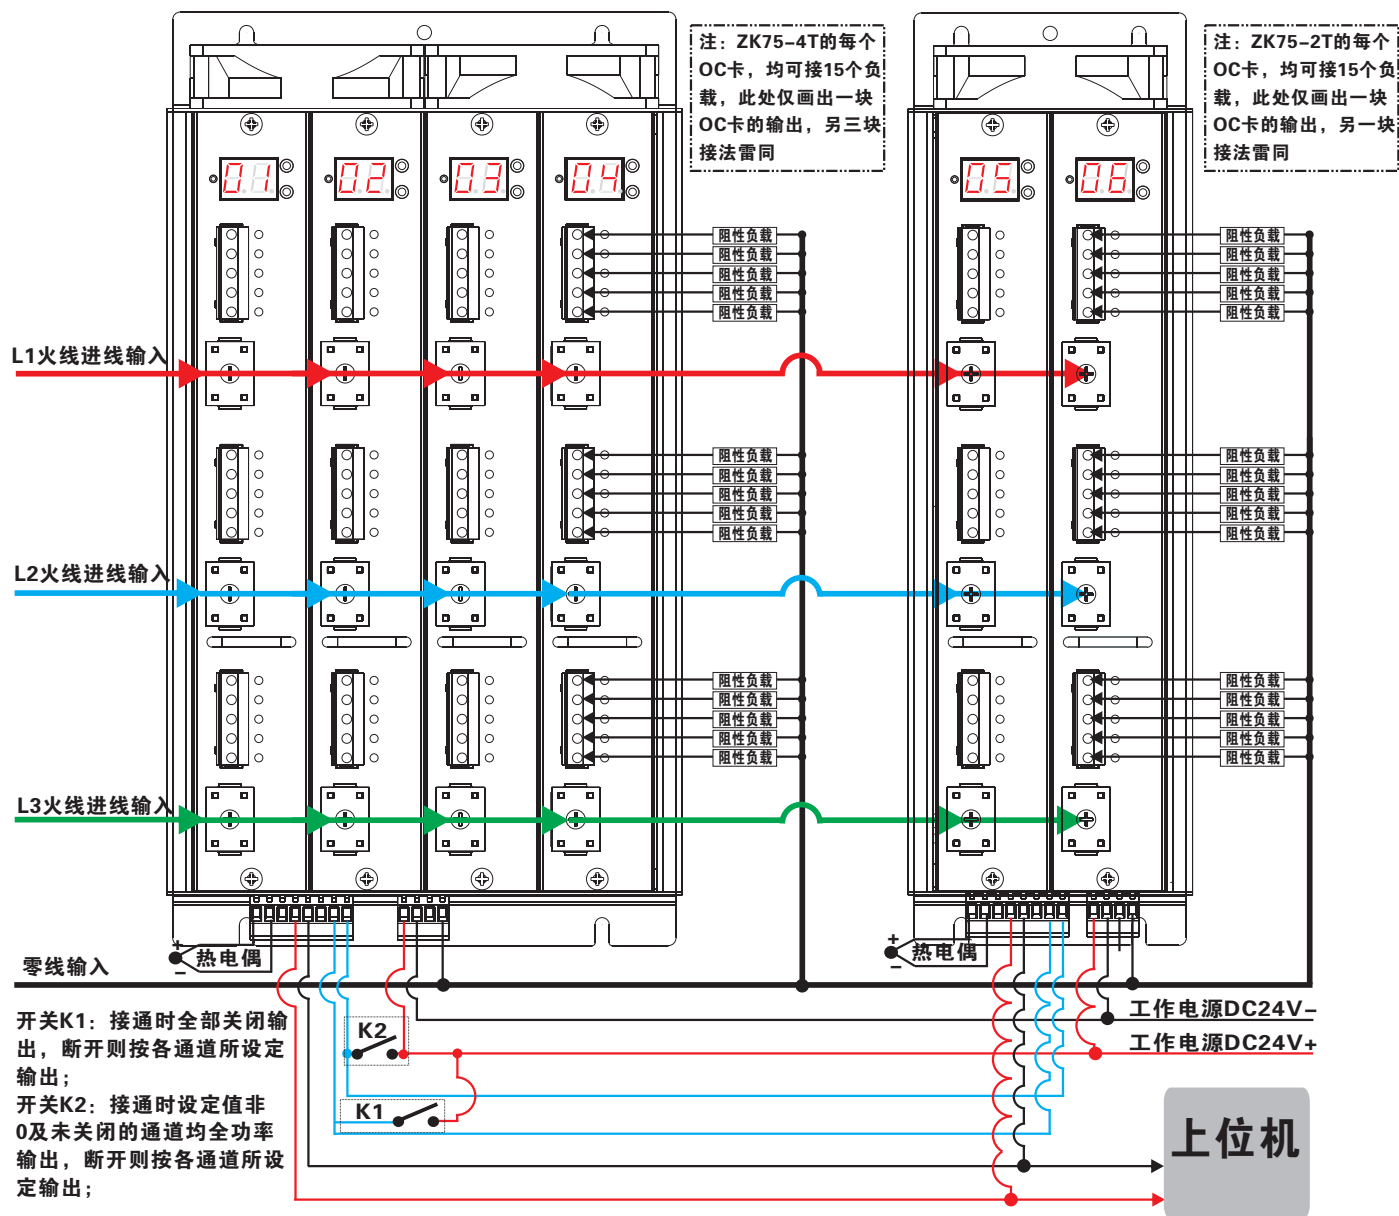

图4:接线实例参考 (三相四线220V)
5.1: 如图4所示, 三相四线控制接法时, "L1进线"、"L2进线"、"L3进线"分别接入三相电的火线, 输出1到输出15则直接接15个阻性负载(如发热砖), 负载的另端并接到零线即可, 且必须确保控制器的零线、负载的零线同机器进线的零线一致。(注意: 负载功率不得超过产品所标额定值);
5.2: 作单相控制使用时, 如图4所示, 将图中的"L1进线"、"L2进线"、"L3进线"三相线并接后直接接L(火)线即可, 其它线接法相同;